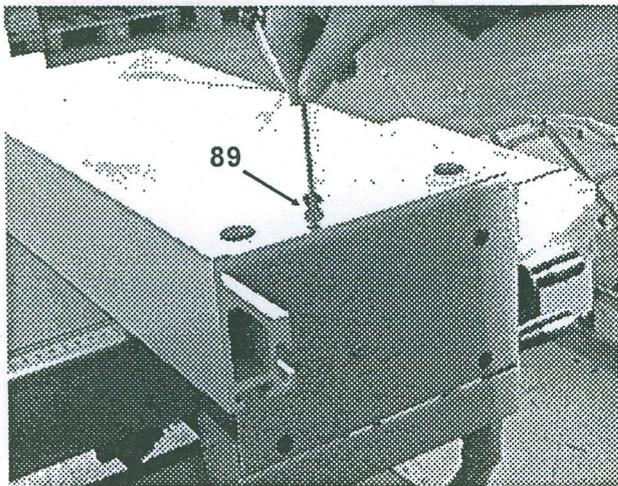

Bild 7.5
- Bedienungshebel auf Klemmung stellen und mit dem Inbusschlüssel die Klemmschraube 89 (Bild 7.5) nach rechts drehen, bis die gewünschte Klemmkraft erreicht ist (50 - 60 kp).